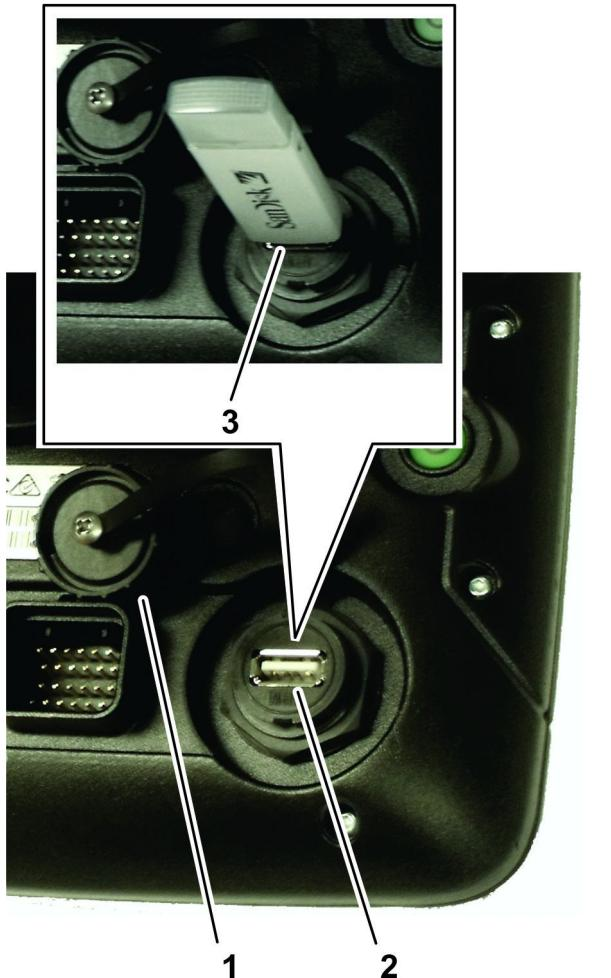

Figura 88
- Rimuovete il tappo della porta USB situata sotto il pulsante di accensione (Figura 88).
- Inserite un dispositivo di archiviazione USB nella presa USB (Figura 88).